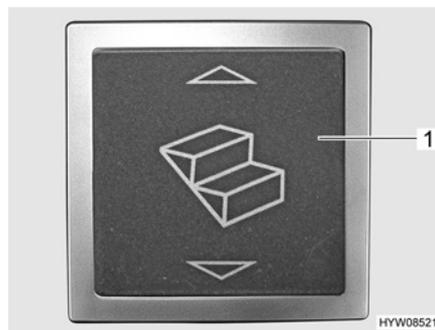

Fig. 1 Conmutador de mando del escalón de entrada
- Pulsar el interruptor basculante (Fig. 1,1) por abajo hasta que esté completamente extraído el escalón de entrada.
- Pulsar el interruptor basculante (Fig. 1,1) por arriba hasta que haya introducido completamente el escalón de entrada.